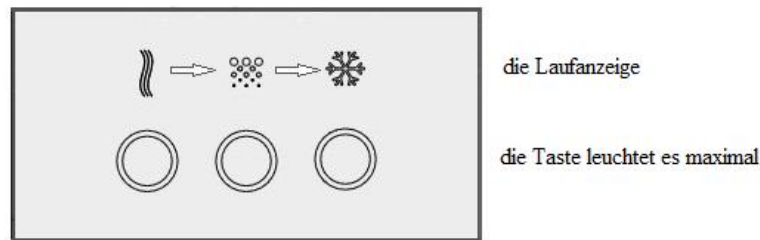

Abbildung Nr. 17. «Anzeige auf Steuerungsplatte»
- 5.4.2.1. Gehen Sie in Benutzer Arbeitsbetrieb Einstellungen. Anzeige auf Steuerungsplatte (Siehe Abbildung Nr. 17.).